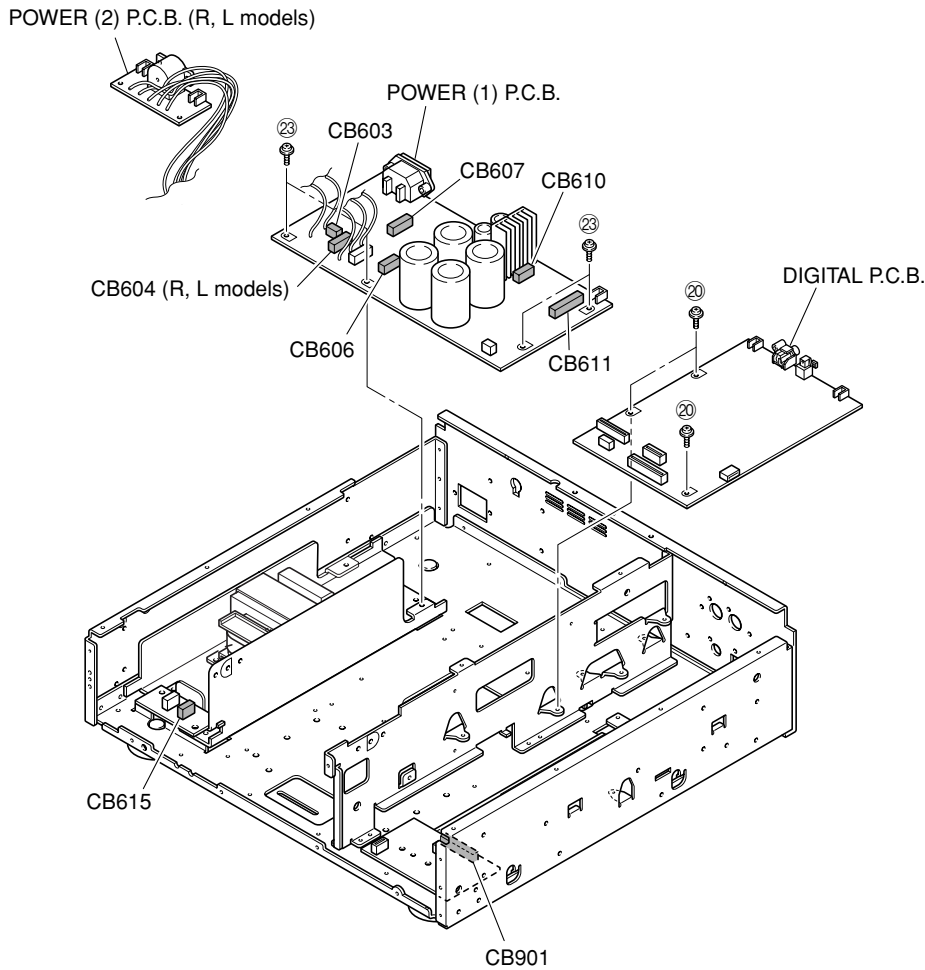

Fig. 8
- a. Remove 3 screws (20). (Fig. 8)
- c. Remove CB610-611 and CB901. (Fig. 8)
- d. Remove the DIGITAL P.C.B.. (Fig. 8)
8. Removal of POWER (2) P.C.B.
- b. Remove the POWER (2) P.C.B.. (Fig. 8)
9. Removal of POWER (1) P.C.B.
- c. Remove 4 screws (23). (Fig. 8)
- c. Remove CB603, CB606-607, CB615 and CB604 (R, L models). (Fig. 8)
- d. Remove the POWER (1) P.C.B.. (Fig. 8)
- a. 20のネジ3本を外します。(Fig. 8)
- c. CB610-611、CB901を外します。(Fig. 8)
- d. DIGITAL P.C.B.を取り外します。(Fig. 8)
- a. 23のネジ4本を外します。(Fig. 8)
- c. CB603、CB606-607、CB615を外します。(Fig. 8)
- d. POWER(1)P.C.B.を取り外します。(Fig. 8)